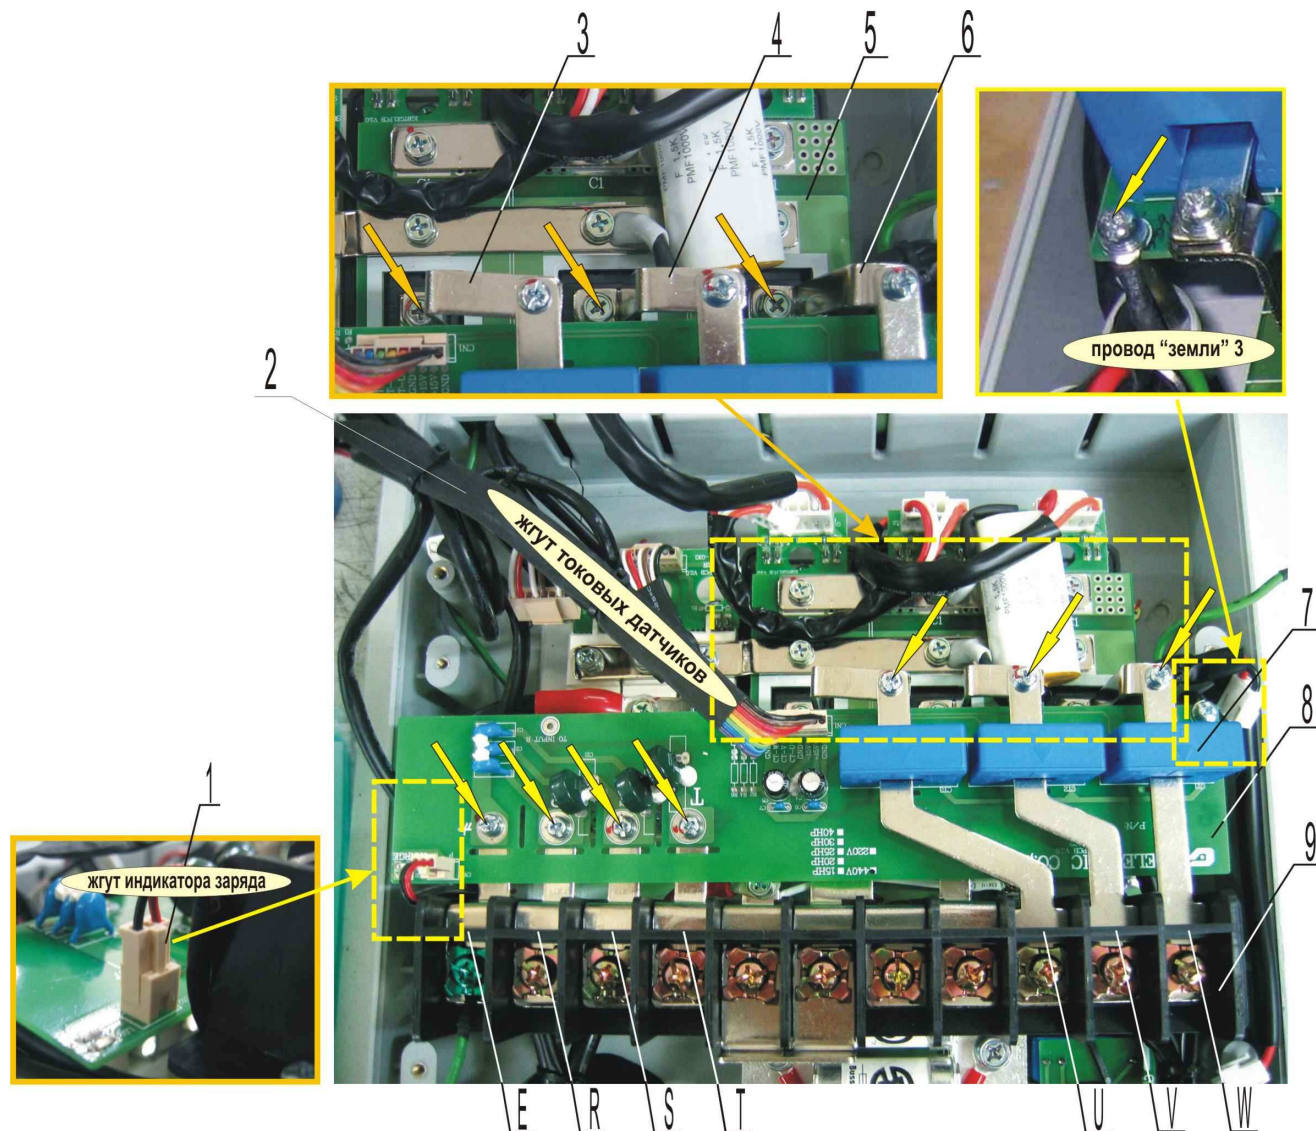

Рис. 6.10
6.8.1. Отсоединить жгут индикатора заряда от разъёма CN2 на плате варисторов (поз.1 на рис. 6.10).
6.8.2. Отсоединить жгут токовых датчиков от разъёма CN1 на плате (поз.2 на рис. 6.10). Снять кабель датчиков тока 2 (рис. 6.10), положить его в тару.
6.8.3. Выкрутить четыре винта крепления платы варисторов 8 к шинам E, R, S и T (рис.6.10). Положить винты в тару.
6.8.4. Выкрутить три винта крепления шин клеммной колодки U, V, W. к шинам 3, 4, 6 (рис.6.10). Положить винты в тару.
6.8.5. Выкрутить винт крепления провода заземления 3 к плате варисторов (рис.6.10). Положить винт в тару.
6.8.6. Выкрутить три винта крепления шин 3, 4, 6 к контактам модулей IGBT (рис. 6.10). Положить винты и шины в тару.
6.8.7. Снять плату варисторов, аккуратно сдвинув датчики тока 7, установленные на плате варисторов с шин клеммной колодки U, V, W (рис. 6.10). Положить плату в тару.